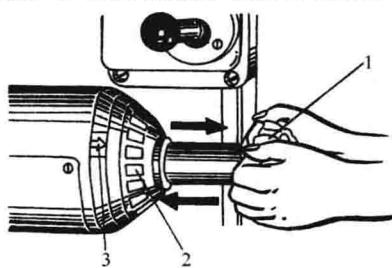

图1-6 进给变速操作
(2) 进给变速操作 进给变速箱是一个独立部件，装在垂向工作台的左边，有18种进给速度，为 $23.5 \sim 1180\text{mm/min}$ 。速度的交换由进给操作箱来控制，操作箱装在进给变速箱的前面，如图1-6所示。变换进给速度的操作步骤如下：